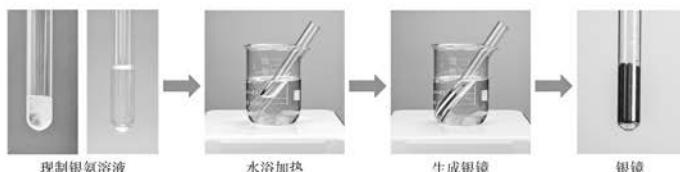

图 3.11 乙醛的银镜反应
1. 在一支洁净的试管中，加入 1 mL 2% 的 AgNO_3 溶液，边振荡边滴加 2% 的氨水，直至最初产生的沉淀恰好消失，便得到银氨溶液^①。接着加入约 10 滴乙醛溶液，振荡后，水浴加热一段时间（图 3.11）。观察并记录实验现象。